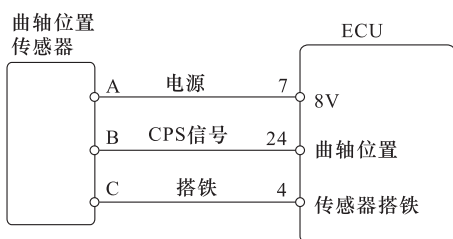
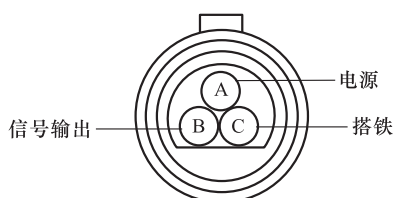

图 4-48 切诺基吉普曲轴位置传感器与 ECU 的连接电路
图 4-49 切诺基吉普霍尔式曲轴位置传感器接头端子
(3) 连接电路 图4-48所示为切诺基吉普霍尔式曲轴位置传感器与ECU的连接电路。
(4) 测量 这里以切诺基吉普霍尔式曲轴位置传感器为例介绍霍尔式曲轴位置传感器的检测方法。
切诺基吉普霍尔式曲轴位置传感器与线束插头为3端子插头，插头上有A、B、C 3个端子，如图4-49所示。A端子为电源端子，连接ECU插座7号端子；B端子为信号输出端子，连接ECU插座24号端子；C端子为搭铁端子，连接ECU插座4号端子，如图4-48所示。曲轴位置传感器的检测方法如下：